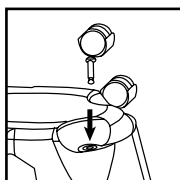

FIGURA 7
10. Inserte las ruedas en el fondo del depósito introduciendo el vástago de la rueda en los orificios provistos. Aplique presión y enrosque hasta que las ruedas encajen en su lugar **FIGURA 7.**